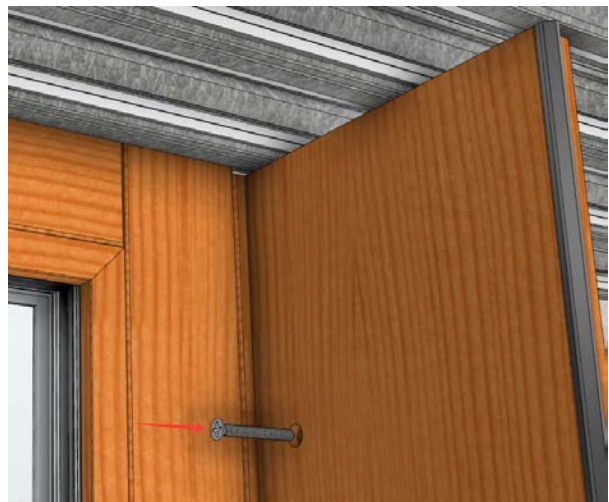

Fig PKT 16
- Fije el panel de zócalo con el tornillo de máquina de cabeza Philips 10 – 32 x 1 1/2" (Fig. PKT 16).